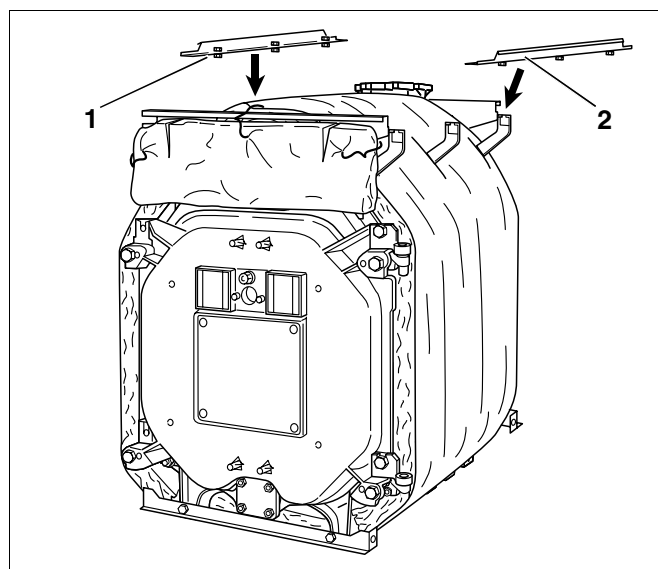

Fig. 44 Montage définitif des traverses longitudinales
- Engager les traverses longitudinales (fig. 44, **pos. 1 et 2**) dans les évidements des consoles, comme décrit précédemment, à l'aide des vis prémontées et visser fermement.